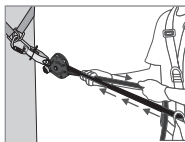
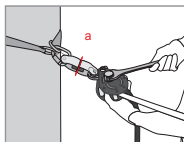

Fig 3
Fig 4
Une fois la ligne de vie installée, un préréglage de la tension doit être fait en tirant manuellement sur la corde (coté nœud d'extrémité —Fig. 3). Automatiquement la came (8) et le levier de came (4) doivent venir en contact avec le cordage. Rabattez le levier de came (4), puis, par l'intermédiaire d'une clef adaptée, appliquez la tension sur l'axe de réglage tension (1) jusqu'à ce que la rondelle témoin de tension (a) placée sur le témoin de tension (2) tourne librement (Fig. 4). Dès que celle-ci est libre de mouvement, NE PAS SERRER PLUS ! Cela correspond à une pré-tension sur la ligne de 1 kN environ. En utilisation, vérifiez régulièrement cette tension (rotation de la rondelle témoin de tension) et ajustez si nécessaire comme expliqué ci-dessus. ATTENTION ! Ne pas essayer de faire d'action de desserrage sur l'axe de réglage tension (1) avec la clef, la came (8) résiste à ce desserrage et résiste aux rotations dans le sens antihoraire. Une action importante de desserrage dans ce sens peut avoir des conséquences néfastes sur le fonctionnement du système et sur l'état de la corde.